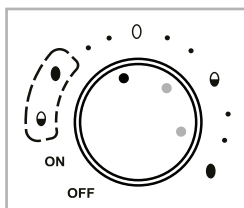

Abb. 3
- Wählen Sie den **mittleren** Punkt des jeweiligen Bereichs (Abb. 3), wenn Sie 7 kühltschrankkalte, durchschnittlich große Eier (Größe M/L) kochen wollen: